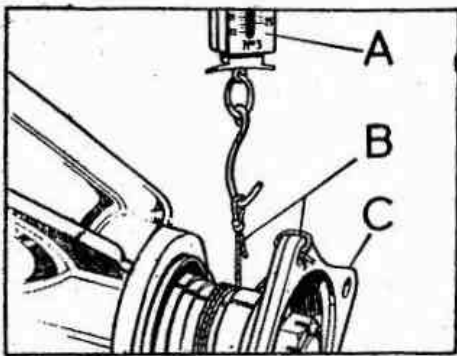

Fig. E -42 Verificación de la precarga del cojinete del piñón de ataque
- 4.02. Acoplar un dinamómetro de mano al extremo libre de la cuerda y ejercer tracción de forma uniforme, observando la fuerza necesaria para hacer girar el piñón de ataque una vez vencida la resistencia inicial (Fig. E -42).